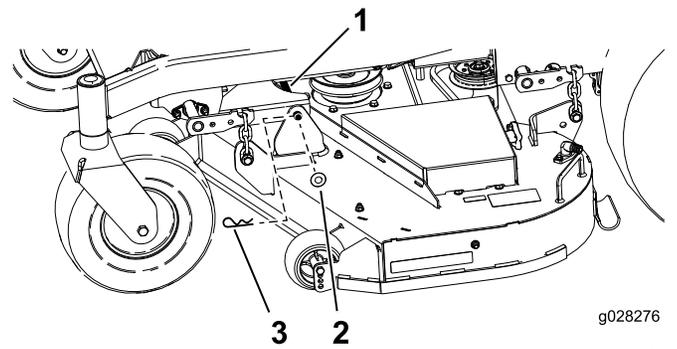

Bild 76
- Nehmen Sie den Splint und die Scheibe ab, mit denen der Steckstift am Rahmen und Mähwerk befestigt ist, und nehmen Sie die Lenkerstange ab (Bild 76).
9. Befestigen Sie den Steckstift mit den vorher entfernten Splinten und Scheiben (Bild 76).